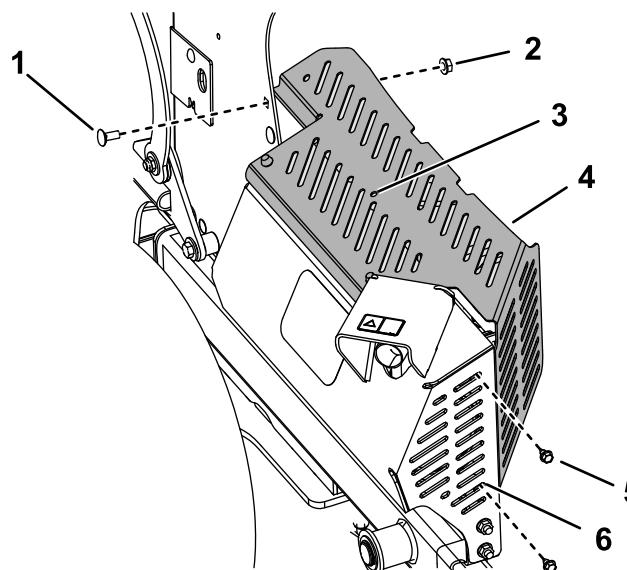

Figura 7
4. Instale provisionalmente el protector térmico sobre el protector del silenciador, con las pestañas dentro del protector del silenciador y de la torre de la consola, usando los 2 pernos autorroscantes ($\frac{1}{4}$ " x $\frac{1}{2}$ "), y el perno de cuello cuadrado y la tuerca que retiró anteriormente (Figura 7).
- Usando el taladro central del protector térmico como guía, perfore un taladro (7/32") en el protector del silenciador (Figura 7).